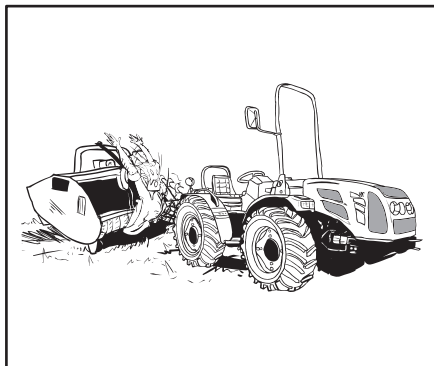

Abb. 2.19
- Vor dem Ankuppeln, Abkuppeln, Reinigen oder Einregulieren der von der Zapfwelle geschleppten Anbaugeräte ist der Motor abzustellen, der Zündschlüssel zu ziehen und sicherzustellen, dass die Zapfwelle gesperrt ist. (Abb.2.19).
NICHT versuchen, die Hydraulikanschlüsse abzuschrauben oder das Anbaugerät bei laufendem Motor oder bei laufender Zapfwelle einzustellen, da Unfallgefahr mit schweren Verletzungen und auch Tod besteht (Abb. 2.19).